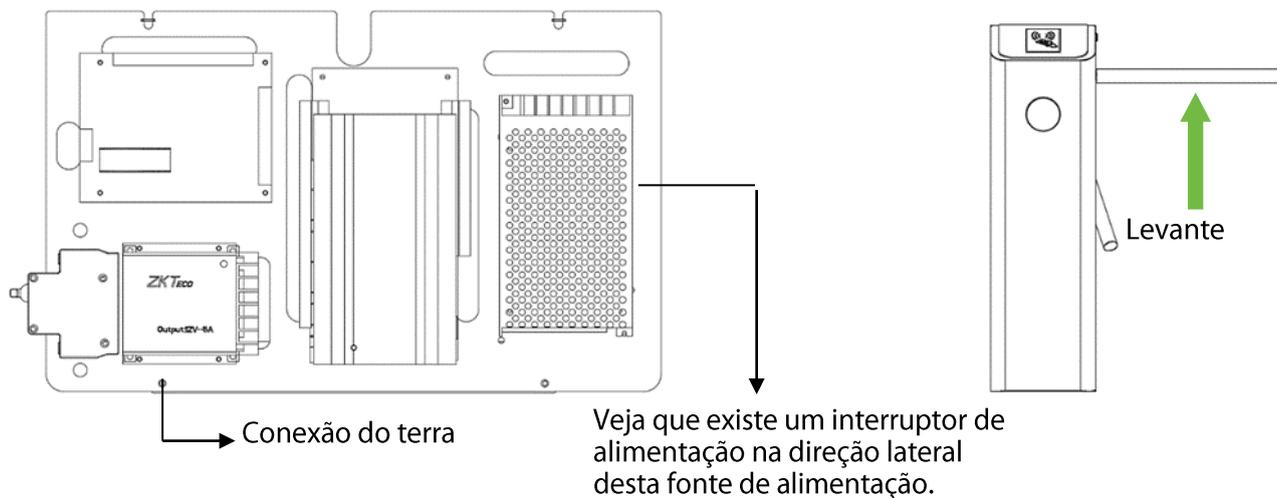

Figura 2-2
3. Levante o braço manualmente, conforme mostrado na Figura 2-2.